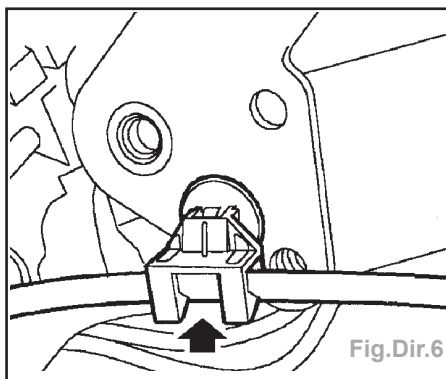

Fig.Dir.6
- Dégager le câble d'interverrouillage de clef de l'attache de la colonne (Fig.Dir.6).